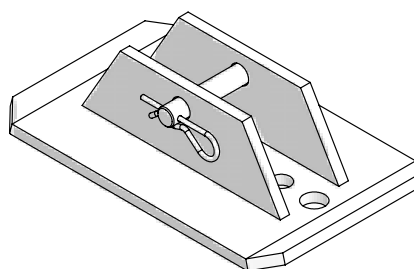

Fig. 6.4 : Platine embase 48 (Triplex R)
- Platine embase (Fig. 6.4 et 6.5)